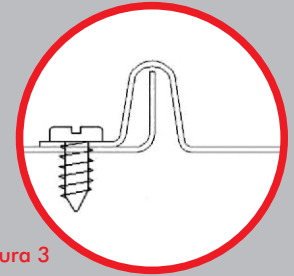

Figura 3
6. La unión longitudinal entre placas debe "coserse" cada 30/40 cm. con tornillos autorroscantes tipo T1. - Figura 3.